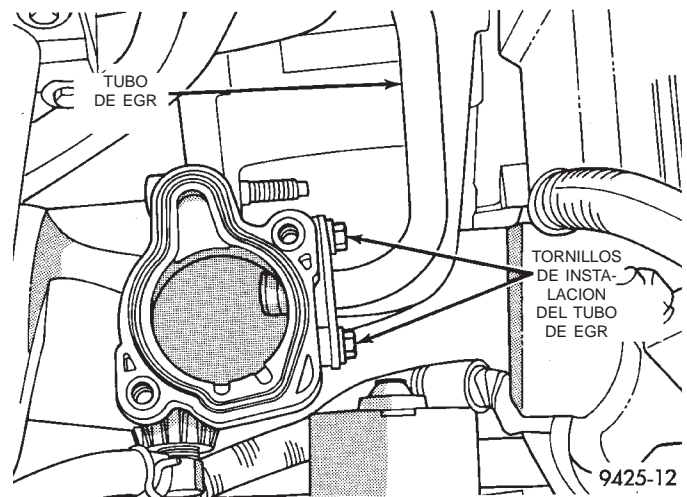

Fig. 10 Pernos prisioneros del tubo de EGR
- (1) Retire los tornillos que fijan el tubo de EGR al múltiple de admisión (Fig. 10).
- (2) Retire los tornillos del tubo de EGR a la válvula de EGR.
- (3) Retire el tubo de EGR. Limpie la superficie de la junta en la válvula de EGR. Limpie la arandela de goma en el múltiple de admisión.